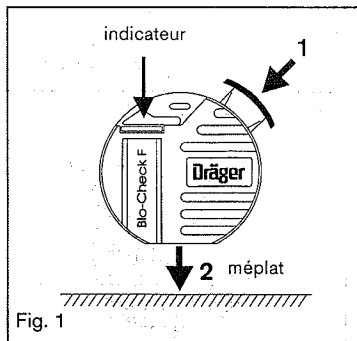

Fig. 1
- Ne pas entrer en contact avec la pastille indicatrice blanche (fig. 1), ne pas la souiller, ne pas la mouiller!
- Activer le Bio-Check F (fig. 1), pour cela:
1. Enfoncer le bouton d'activation (1) jusqu'à butée. Un cliquement net confirme l'ouverture de l'ampoule interne. Au bout de 10 à 15 secondes l'indicateur est humidifié et prêt pour la mesure.
2. Si l'indicateur n'était pas humidifié, taper fermement le Bio-Check F, par le méplat (fig. 1), sur une surface dure. Observer l'indicateur. Au bout de 10 à 15 secondes l'indicateur est humidifié et prêt pour la mesure.